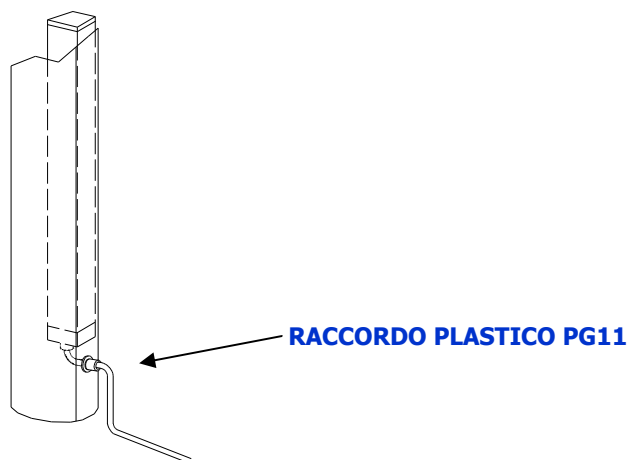

Figura 5
RACCORDO PASSACAVO (COLONNE ST CLS *P) (figura 5)
- Al termine del montaggio, far passare il cavo della barriera (che termina con il connettore femmina volante) attraverso il raccordo plastico **PG11** predisposto nella colonna (figura 5).